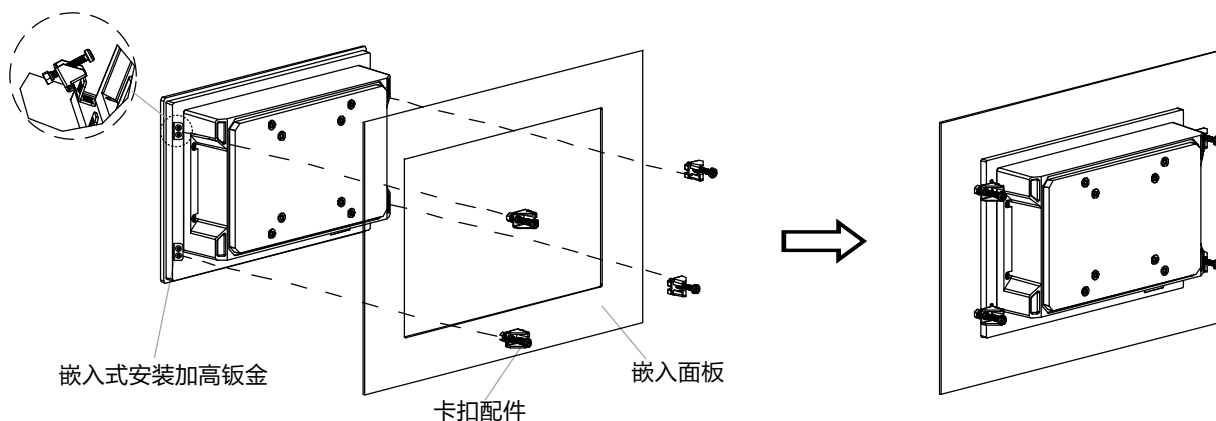

图3-3 设备嵌入面板
3. 将卡扣扣入加高钣金的开孔内，每边各 2 个，建议左右 4 个同时使用。再将卡扣螺钉拧紧，使螺钉螺母顶住嵌入面板，即可实现嵌入式固定，如图 3-3 所示。